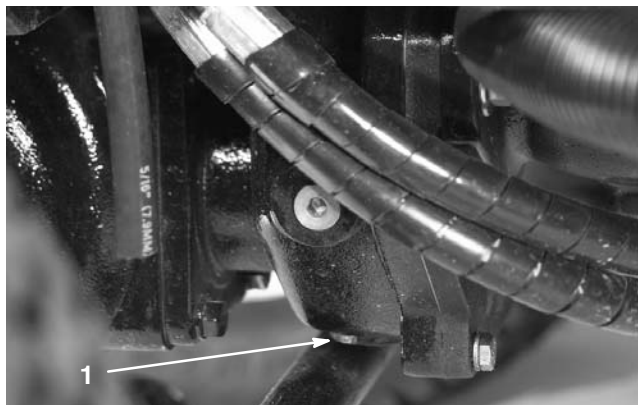

Bild 70
5. Reinigen Sie den Bereich um die Ablassschraube an der Unterseite des Getriebes (Bild 70).